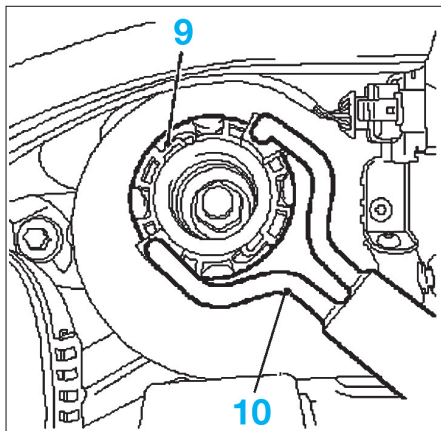

FIG. 4
- Cliper le circlips neuf (9) de retenue supérieure de l'élément de suspension. Utiliser pour cela un outil approprié (10) ou l'outil Opel (ref : KM-6384) (fig. 4).